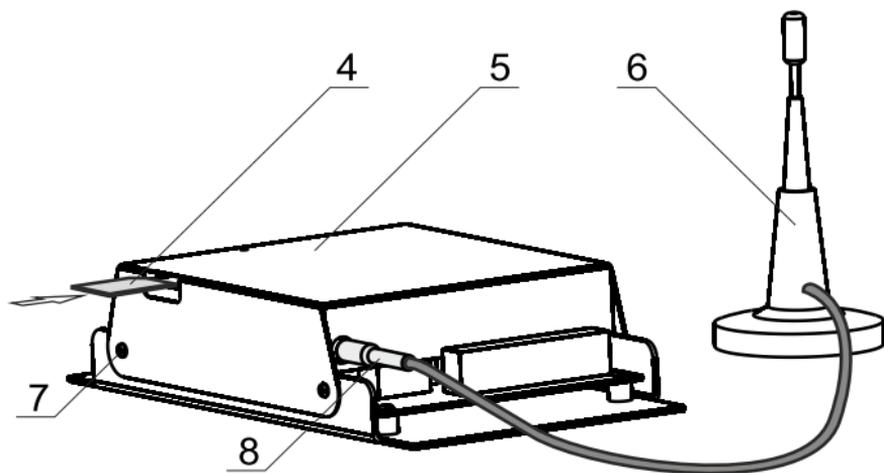

Рис.2 Подключение модуля GSM/GPRS к антенне
6.1 При включении электроводонагревателя модуль GSM/GPRS автоматический регистрируется в мобильный сети, и на передней панели блока управления начинает мигать точка на цифровом индикаторе (Рис.2, поз.17, см. паспорт электроводонагревателя Lux, МК). На крышке модуля (5) так же периодически мигает индикатор «СЕТЬ», что говорит о нормальной работе модуля (Zota Lux/МК). Для просмотра уровня сигнала (УР.0 – УР.5), выберете пункт меню «П23».
Для котлов Zota Smart SE, МК-S, Solid на передней панели блока индикации загорается символ работы модуля GSM/GPRS (Рис.2, поз.4, см. паспорт электроводонагревателя). Для просмотра уровня сигнала (0-5), выберете пункт меню «GSM - модуль».